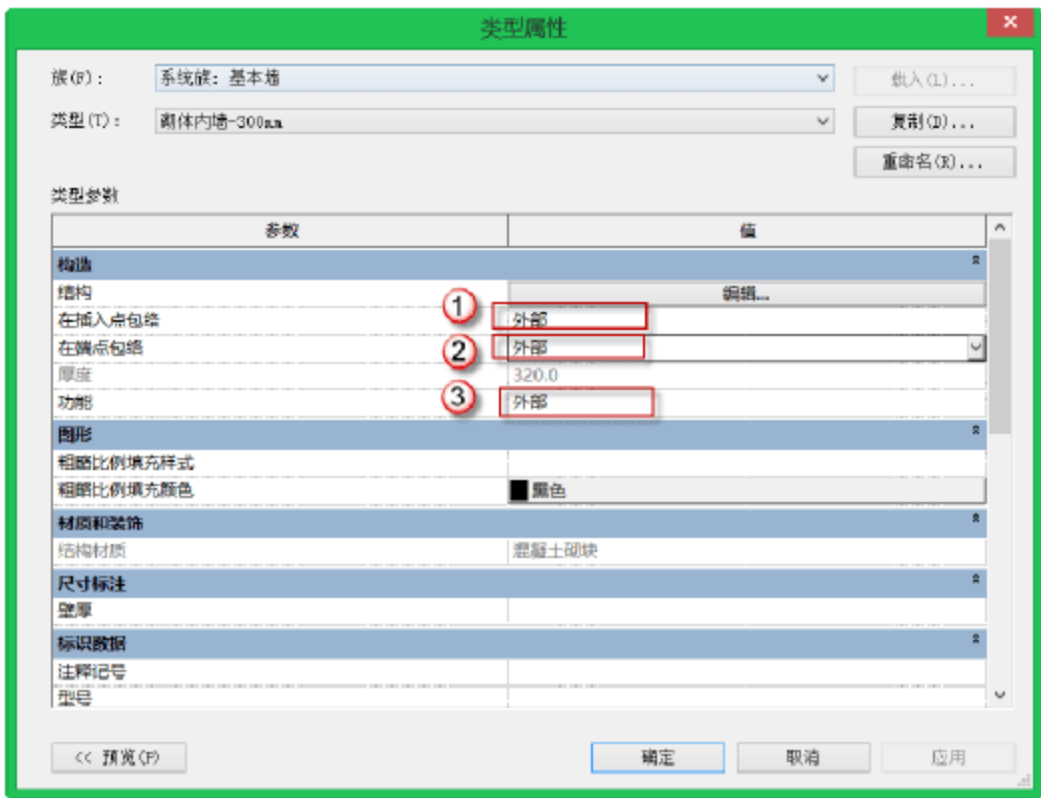

图 10.2.27 编辑“包络”
(8) 编辑“包络”。在“类型属性”对话框中，选择“在插入点包络”后的参数“不包络”→“外部”，再选择“在端点包络”后的参数“无”→“外部”，选择功能参数后的“无”→“外部”，如图 10.2.27 所示。